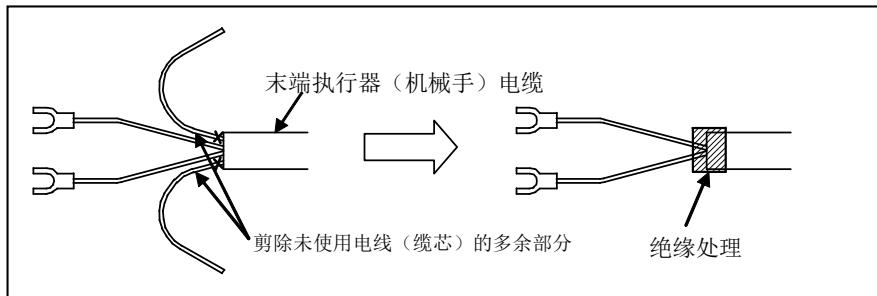

图 5(a) 末端执行器(机械手)电缆的处理方法
- 请剪除末端执行器(机械手)电缆的未使用电线(缆芯)的多余部分并进行绝缘处理。如缠绕醋酸布胶带等。(见图5(a))